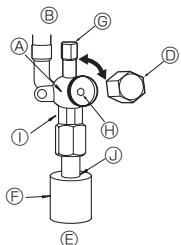

Fig. 4-5
(1) Lato del gas/liquido di ZM71 (Fig. 4-5)
- ① Togliere il cappuccio e girare fino a quando è possibile l'asta della valvola in senso antiorario utilizzando una chiave esagonale da 4 mm. Smettere di girare quando si urta l'otturatore.